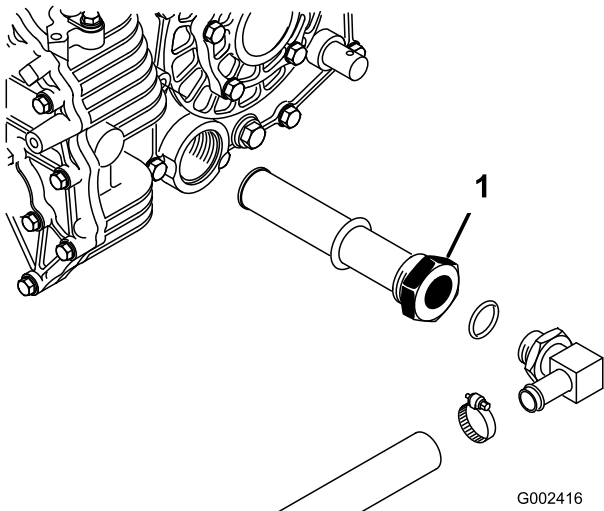

Figura 66
3. Observe la orientación del tubo hidráulico y del codo de 90° conectado al filtro en el lateral del depósito (Figura 66).